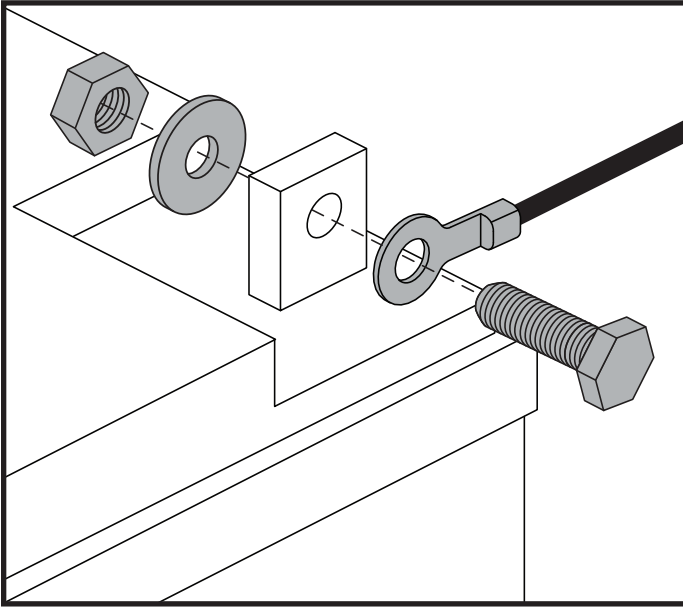

Figure 17. Batterie Borne Matériel - Configuration 1
4. Débranchez les câbles des bornes des batteries en soulevant la housse des bornes et en desserrant le boulon et l'écrou sur chaque borne. Voir la figures 17 et 18.